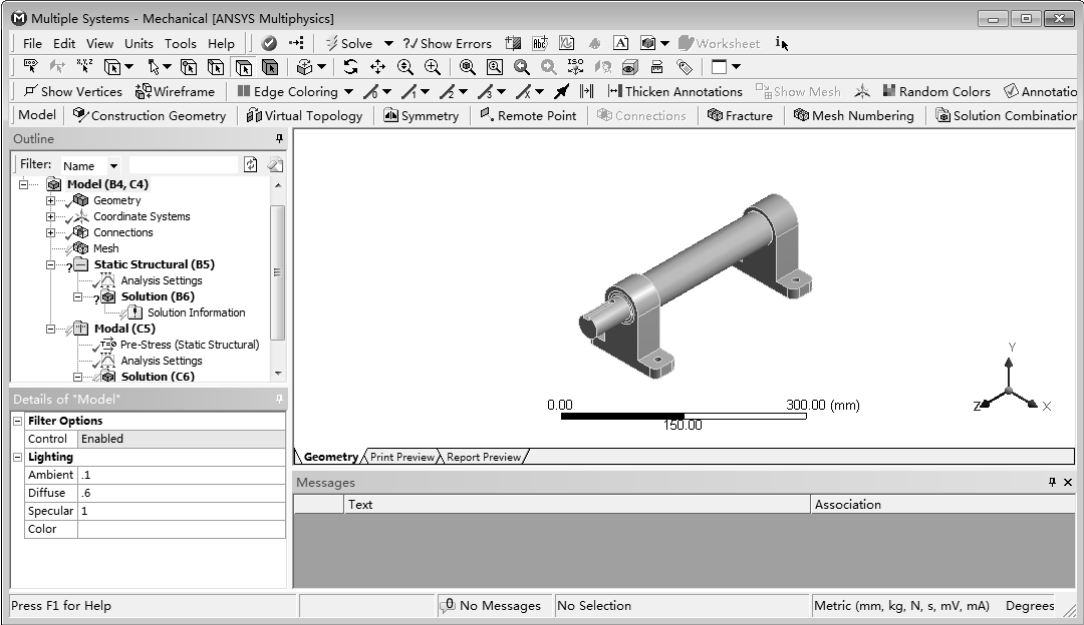

图 6-24 Mechanical 界面
1) 双击【Project Schematic (项目管理区)】中项目 B 的 B4 栏中的【Model】项,进入 Mechanical 界面。在该界面下可进行网格划分、分析设置、结果观察等,如图 6-24 所示。